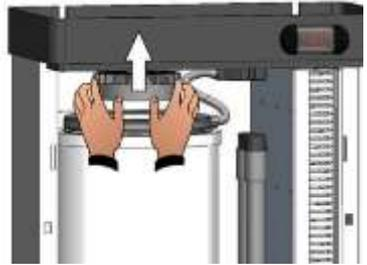

Fig. 31
4. Levante la brida vapor superior desenganchándola del cilindro (fig. 31).